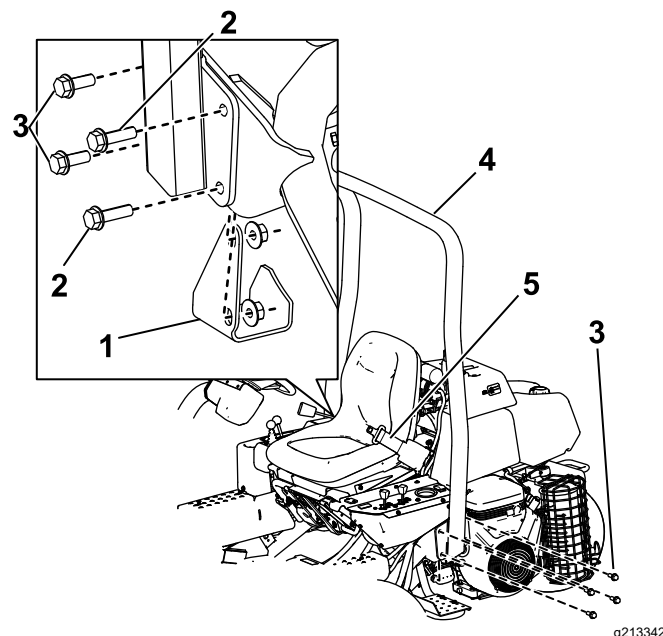

Bild 4
2. Senken Sie den Überrollbügel (Bild 4) auf die Befestigungshalterungen ab. Fluchten Sie die Befestigungslöcher aus.
3. Befestigen Sie die linke Seite des Überrollbügels mit vier Schrauben (1/2" x 1 1/2") und Sicherungsmuttern an der Befestigungshalterung (Bild 4).
5. Befestigen Sie die rechte Seite des Überrollbügels und das vorher entfernte Steckpolster mit zwei Schrauben (1/2" x 1 1/2"), zwei Schrauben (1/2" x 1 3/4") und Sicherungsmuttern an der Befestigungshalterung, wie in Bild 4 abgebildet.